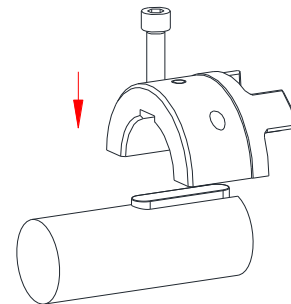

Bild 15: Montering av halvsål
- Lägg den övre halvsålen för det första SPLIT-navet med isätta cylinderskruvar på axeln (se bild 15).